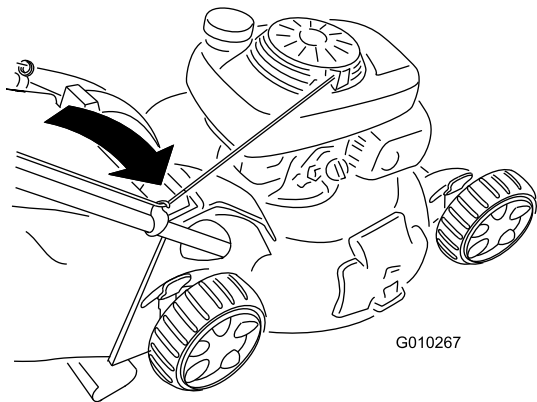

Bild 30
- Verlegen Sie das Starterkabel um die untere Kabelführung (Bild 30).